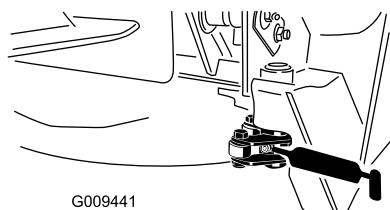

Figura 39
- Fermo orientabile (2) (Figura 39)